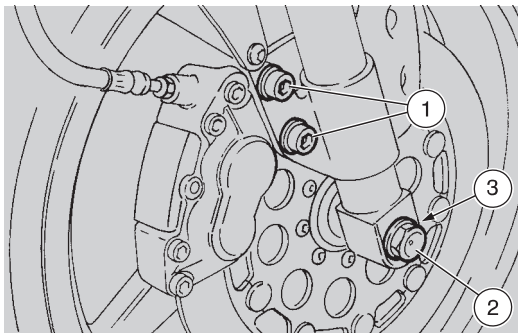
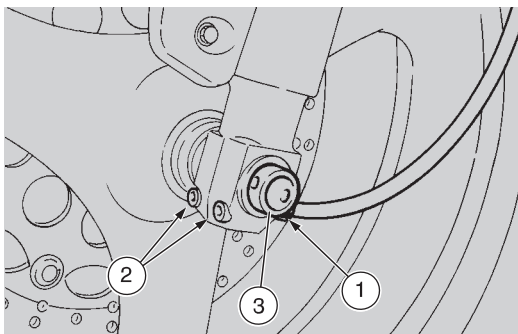

Abb. 34
Abb. 35
- die Bremssattel abschrauben (1-Abb. 34);
- den Kilometerzähleranschluß abschrauben (1-Abb. 35);
- Achsschraube lösen (2-Abb. 34);
- Achsklemmschrauben lösen (3-Abb. 34, 2-Abb. 35);
- die Achsschraube entfernen (2-Abb. 34);
- die Steckachse abschrauben und herausziehen (3-Abb. 35);
- die Steckachse aufstecken (3-Abb. 35);
- die Achsschraube (2-Abb. 34) einführen und so lange drehen, bis die Steckachse wieder genau platziert ist;
- den Kilometerzähleranschluß platzieren (1-Abb.35);
- die vier Achsklemmschrauben (2-Abb. 34) (3-Abb. 35) festziehen;
- die Achsschraube festziehen (2-Abb. 34);
- die Bremssattel wieder aufstecken, die Schrauben festziehen (1-Abb. 34);